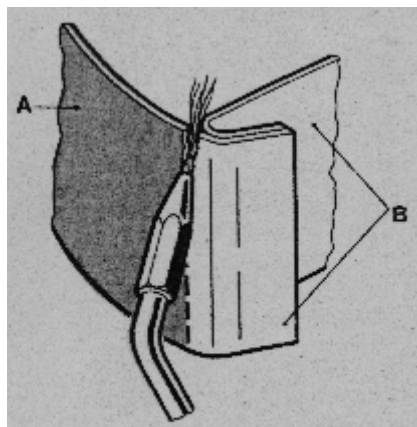

figura 7
10.- Corte con soplete (oxicorte).- Se utilizan boquillas especiales, con un tercer grifo de oxígeno. Se emplea en desguaces para el corte de grandes secciones de vehículos (figura 7).